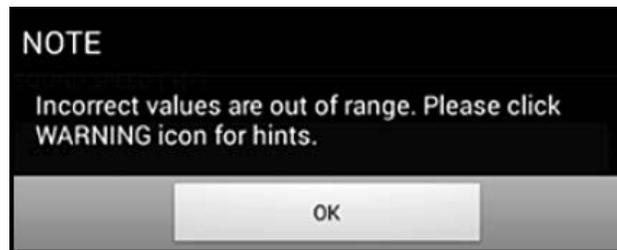

Рис. 118: Сообщение о выходе за пределы
8. Для каждого из параметров, вводимых в этом меню, имеется приемлемый диапазон. Если ввести значение, выходящее за эти пределы, появится сообщение, аналогичное Рис.118 ниже.